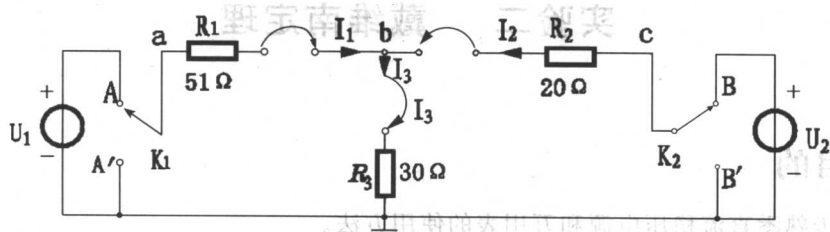

图 1-1-3 叠加原理实验电路
实验电路如图 1-1-3 所示。 U_1 、 U_2 由直流稳压电源供给。 U_1 、 U_2 两电源是否作用于电路,
2. 根据图 1-1-3 所示的实验电路,理论计算出上述各测量值,并加以比较。